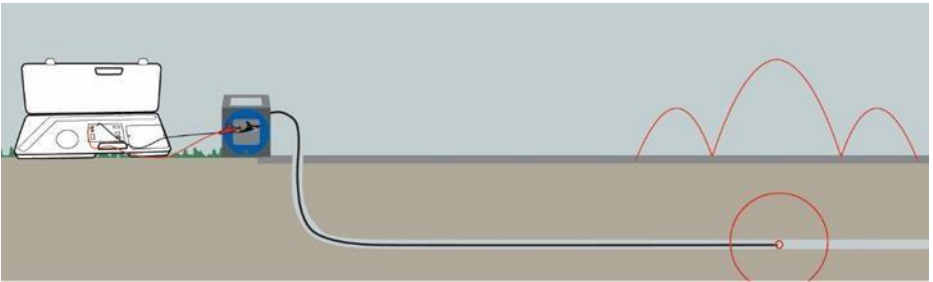

Figura 3
2. Luego, conecte la pinza roja del rastreador de cables a la perilla roja del Pro65™, y conecte la pinza negra al otro botón junto al botón rojo. Vea figura 3 abajo.